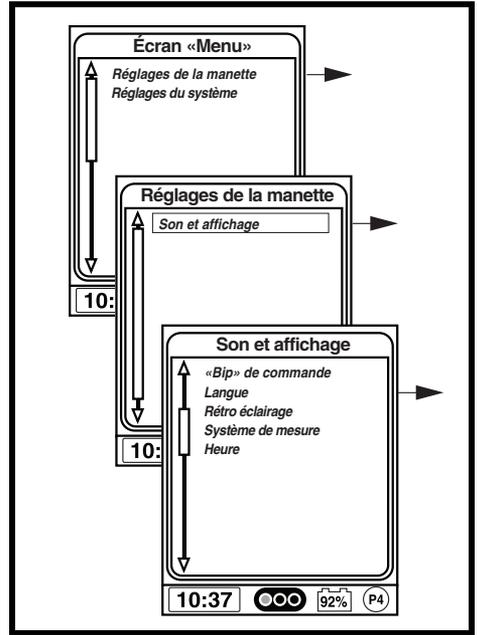

Figure 13. Écran «Menu»
3. Utilisez la manette pour sélectionner l'option «Handcontrol Settings» «Réglages de la manette» puis poussez la manette vers la droite pour confirmer la sélection. Voir la figure 13.